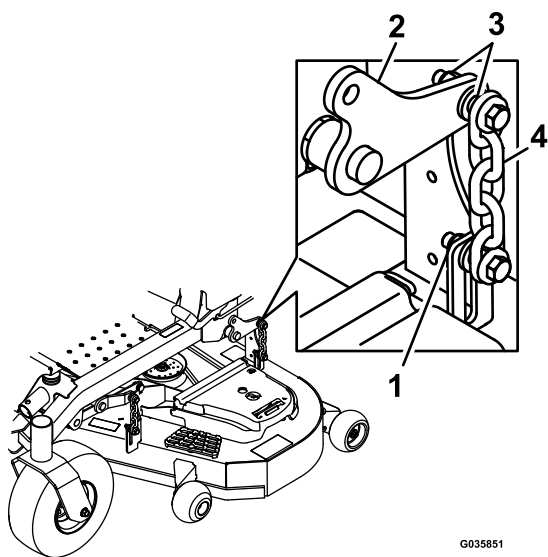

Figura 83
- Desaperte as porcas de bloqueio nos quatro cantos de forma que a plataforma assente de forma segura nos quatro calços (Figura 83).